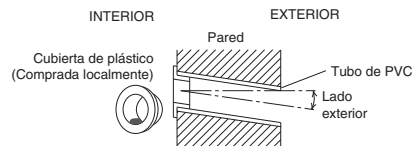

Fig. 3-37
- (6) Coloque la cubierta de plástico sobre el extremo del tubo (sólo por el lado interior) e insértelo en la pared. (Fig. 3-37)